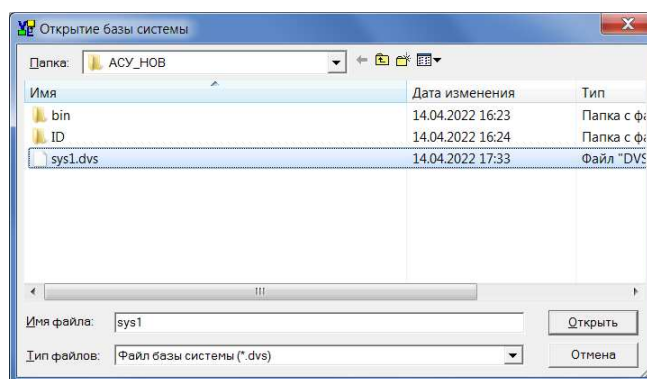

Рис. 3.1.40 – Окно «Открытие базы системы»
- переключатель «Загрузить существующую базу» – при выборе этого переключателя, открывается окно «Открытие базы системы» (рис. 3.1.40). В этом окне следует выбрать существующий файл технологической базы с расширением «.dvs» и нажать кнопку «Открыть»;